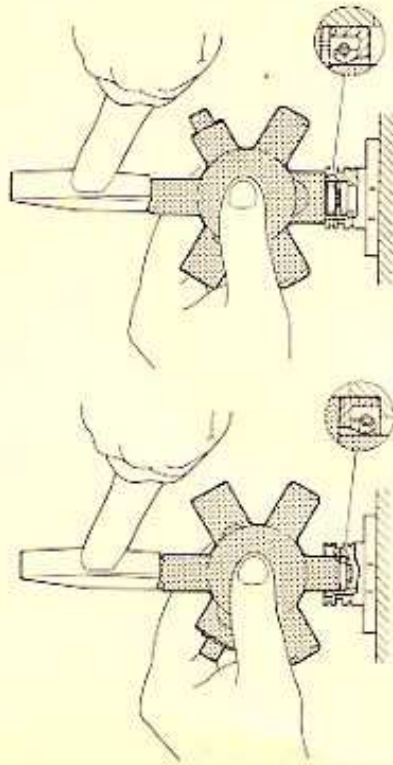

FIG. 30
- 2) Montare i due paraoli correttamente come indicato in fig. 30 usando l'apposito tampone (cod. 05.0375.0). Controllare che il foro di drenaggio sia rimasto aperto.